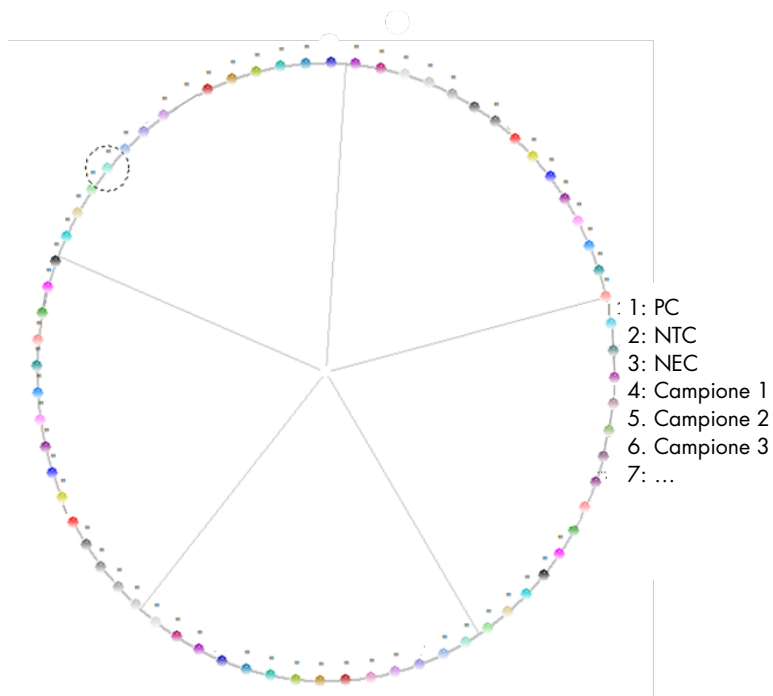

Figura 2. Esempio di layout delle provette sulla piattaforma RGQ MDx 5plex HRM
9. Aggiungere 15 µl della miscela di reazione preparata nella fase 4 alle provette dedicate a campioni e controlli (Figura 2 a titolo di esempio). Miscelare aspirando e rilasciando il liquido per 5 volte, quindi chiudere i tappi delle provette per PCR, tranne che per quella riservata al SARS-CoV-2 Positive Control.
12. Posizionare le provette nel termociclatore in tempo reale (nella Figura 2 è illustrato un esempio di layout delle provette) e avviare il programma di ciclaggio come descritto nella Tabella 3.